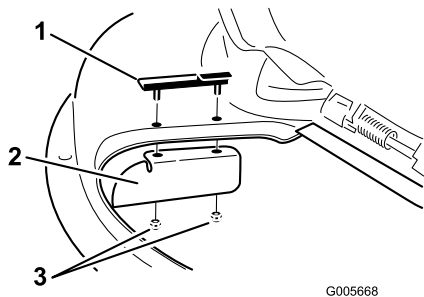

Figura 13
2. Instale el tabique en las clavijas del clip. Figura 13. Sujete el tabique al cortacésped con dos contratueras (5/16 pulgada).